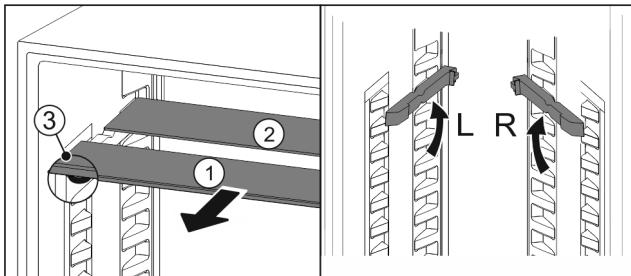

Fig. 47
- По одной извлеките Fig. 47 (1) стеклянные панели движением вперед.
- Стеклянная панель Fig. 47 (1) с декоративной планкой лежит спереди.
- Стопоры Fig. 47 (3) показывают вниз.